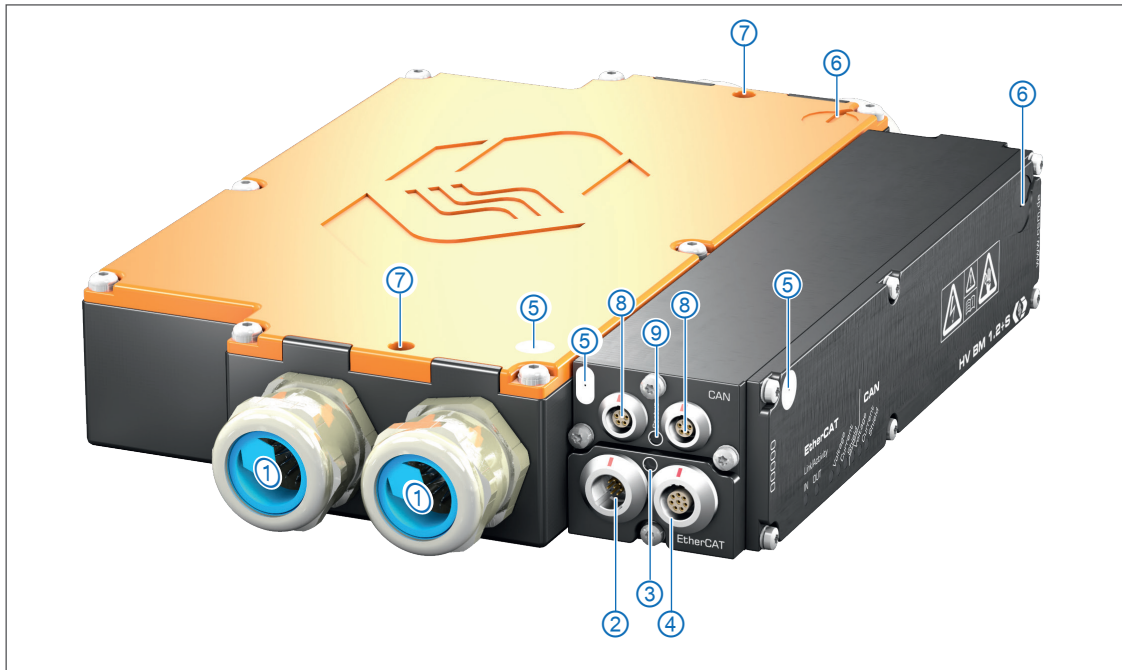

Abb. 3-1: HV BM 1.2+S, Anschlüsse und weitere Komponenten
Die Anschlussbuchsen für EtherCAT® und CAN befinden sich auf der linken Gehäuseseite (Abb. 3-1, ②/④ bzw. ⑧). Die LED-Anzeigen sind in der Frontseite des Modulgehäuses integriert (Abb. 3-2, ①, ② und ③). Jeweils zwei Kabelverschraubungen für die Montage der HV-Leitungen befinden sich in der linken und in der rechten Seite des Gehäuses (Abb. 3-1, ①).
Die zweifarbige Status-LED (Abb. 3-1, ③) leuchtet nach dem Einschalten des Moduls einige wenige Sekunden rot und erlischt dann.⁴
Die LED (Abb. 3-1, ④) zwischen den beiden CAN-Buchsen zeigt den Betriebszustand des Messmoduls an.
- ▶ sechs M5-Schrauben⁹ bzw. zwei M6-Gewindestangen (Abb. 3-1, ⑦)